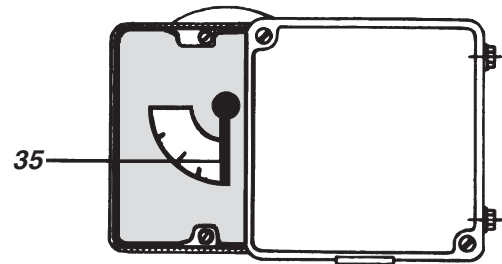

Abb.20: Anbringen des Zeigers **35** und des Sichtfensters
m) Sichtfenster anschrauben (siehe Abb. 20).